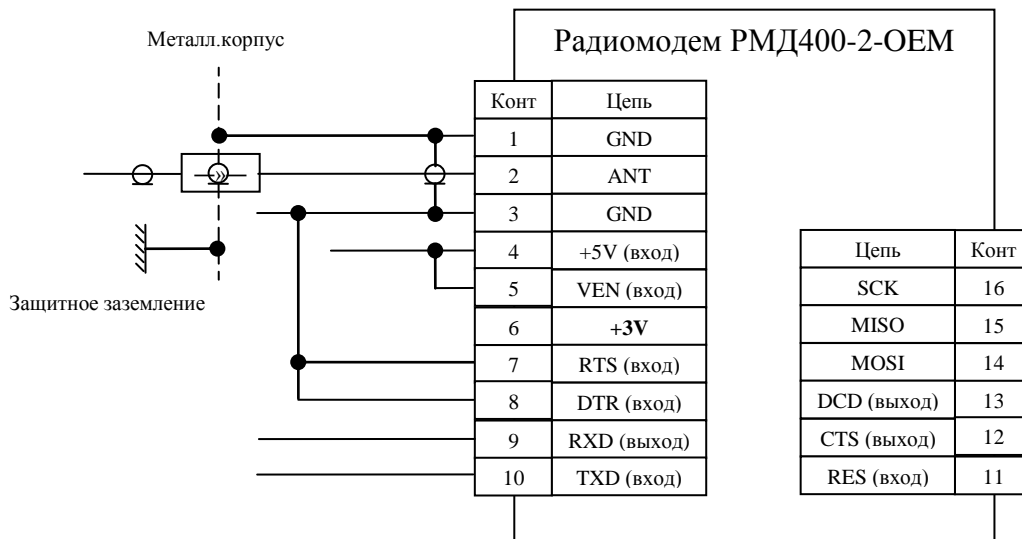

Рис. 4. Схема подключения радиомодема при питании от источника напряжением (3,1-5,5) В
1.4.10 Схема подключения радиомодема при питании от источника напряжением (3,1-5,5) В приведена на рис. 4.